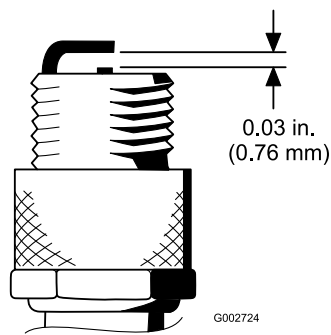

Рисунок 30
4. Установите между центральным и боковым электродами зазор 0,76 мм; см. Рисунок 30. Установите имеющую правильный зазор свечу зажигания и уплотнительную прокладку, затяните свечу с моментом 23 Н·м. Если динамометрический ключ не используется, надежно затяните свечу.